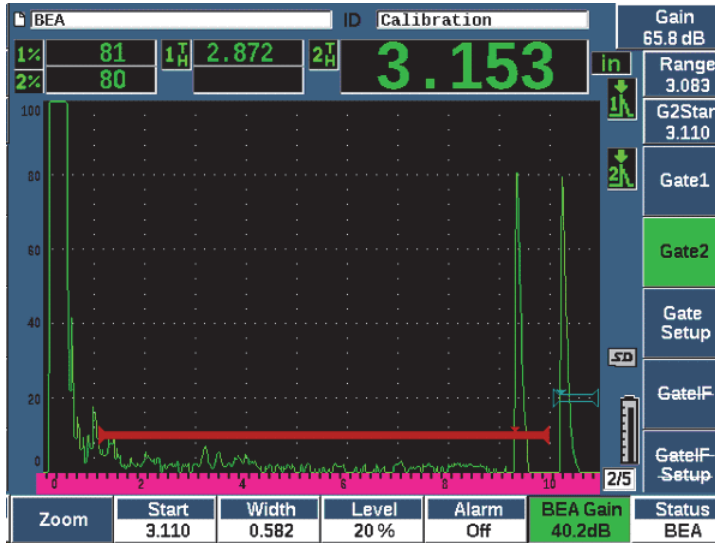

Figura 11-32 Ajuste de la ganancia del eco de fondo
2. Determine manualmente la ganancia o pulse las teclas 2ND F y AUTO XX% para determinar automáticamente el eco en la puerta del BEA según la altura de referencia (XX%) [vea la Figura 11-32 en la página 312].